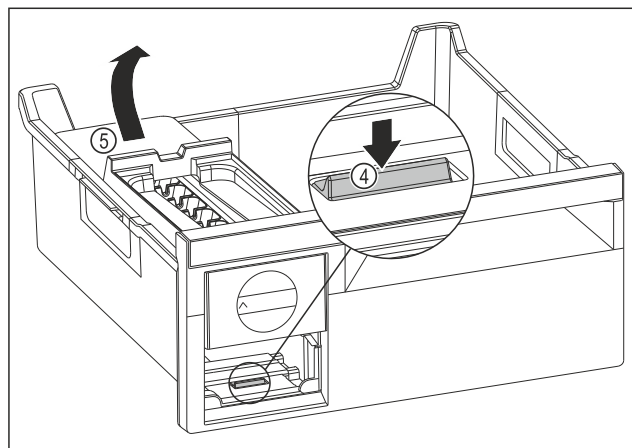

Fig. 145
- Ta ut EasyTwist-Ice-enheten: Tryck ned skenan Fig. 145 (4) med fingret och lyft samtidigt EasyTwist-Ice-enheten Fig. 145 (5) bakifrån med andra handen.